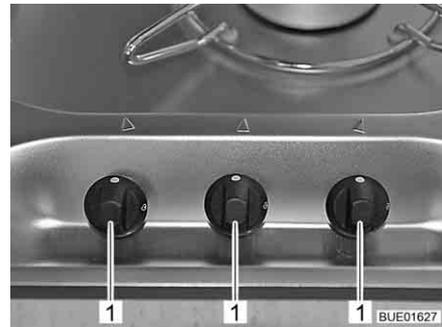

Fig. 207 Elementos de mando para la cocina de gas
- Girar el regulador giratorio (Fig. 207,1) correspondiente al quemador deseado a la posición de encendido (llama alta).